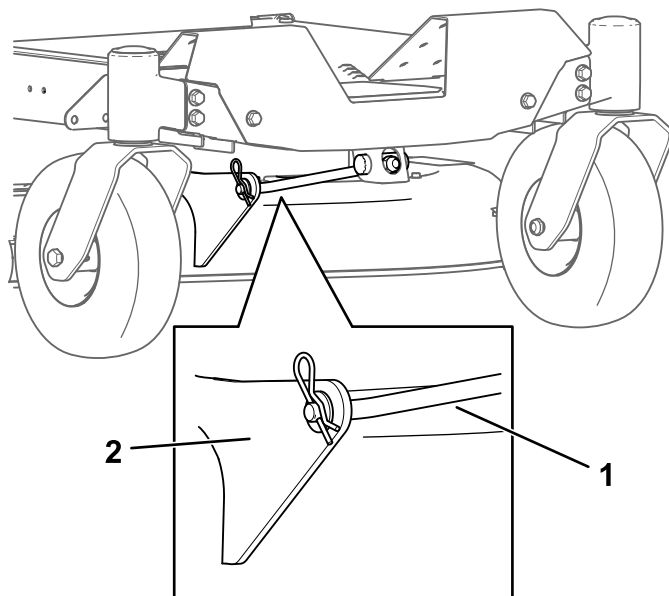

Рисунок 72
4. Снимите шплинт с переднего опорного стержня и снимите стержень с кронштейна деки (Рисунок 72).
8. Прикрепите передний опорный стержень к деке газонокосилки с помощью шплинтуемого штифта и шплинта (Рисунок 72).